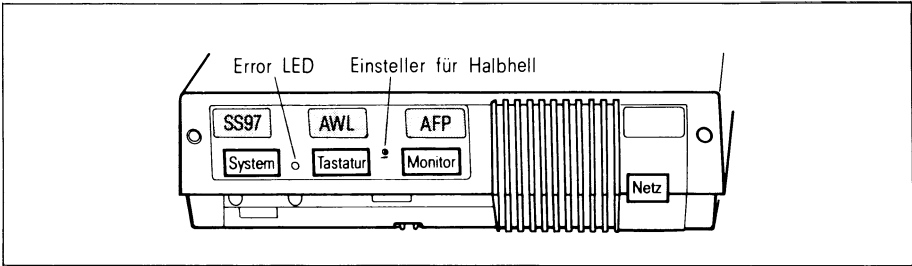

Bild 2-6 Anschlußleiste der Steuereinheit 97801-3nn
- Stecken Sie das Bildschirmkabel in die im Bild mit "Monitor" gekennzeichnete Buchse auf der Rückseite der Steuereinheit (siehe Bild 2-6). Sichern Sie den Stecker mit der Sicherungsschraube.
- Stecken Sie den Stecker der 4-Draht-Standleitung in die mit "AFP" gekennzeichnete Buchse der Steuereinheit, Typ 97801-308 (siehe Bild 2-6).